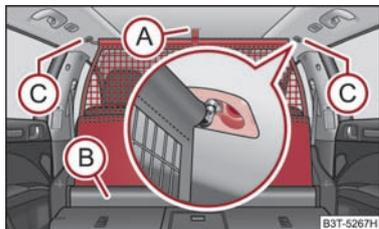

Abb. 96 Gepäcknetztrennwand herausziehen
- Ziehen Sie die Netztrennwand an der Lasche **A** → Abb. 96 aus dem Gehäuse **B**.